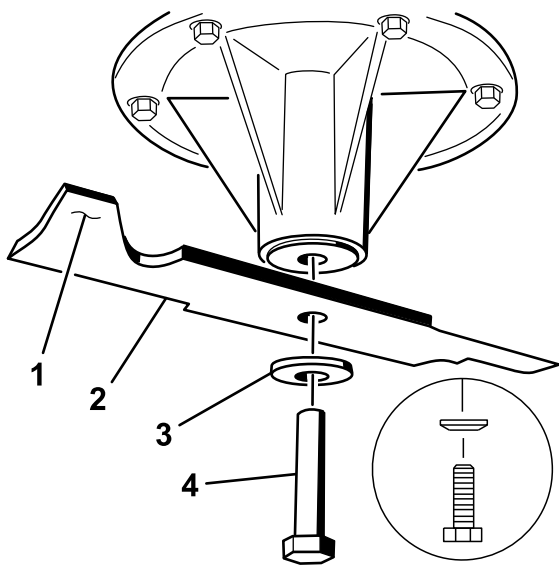

Figura 93
2. Retire del eje el perno de la cuchilla, la arandela curva y la cuchilla (Figura 93).
- Si la cuchilla no está equilibrada, rebaje algo el metal en la parte de la vela solamente con una lima (Figura 93).